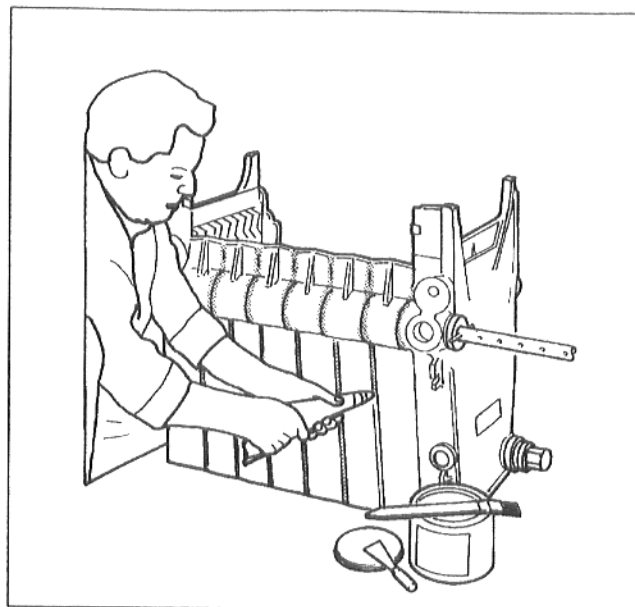

Fig. 6
- Locurile de îmbinare ale pachetelor componente trebuie etanșate din afară cu chit de cazan și se ung cu pensula (Fig. 6).